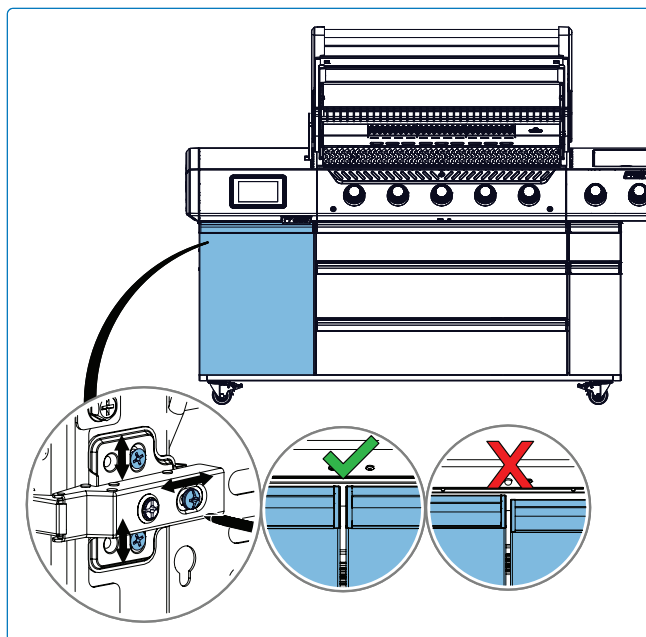

Fig. 18
4. Ajuste los tornillos de las bisagras para alinear las puertas del gabinete de modo que queden niveladas entre sí **(Fig.18)**.